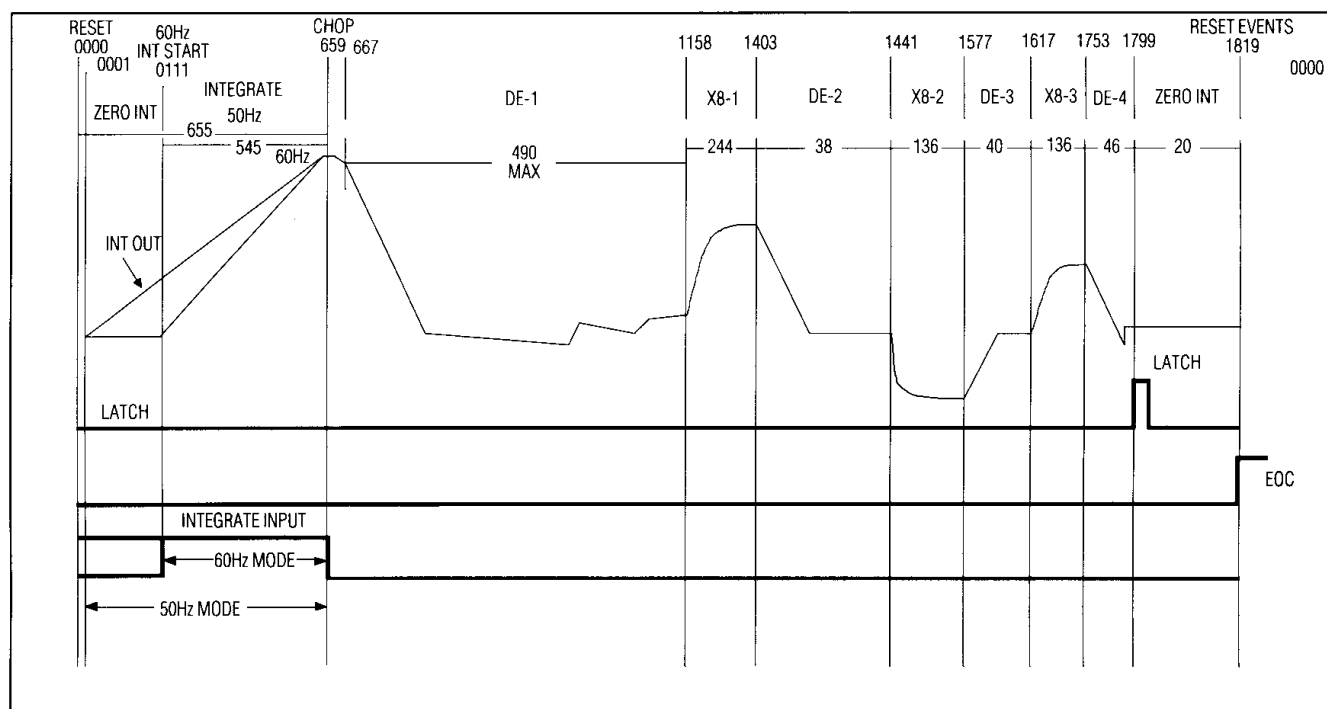

図8. 変換タイミング
2. EOCステータスレジスタビットまたはEOCラインのどちらかを見ながら、変換終了と次の変換に対する開始時間を決めます。EOCは変換カウンタが0000において変換が終了すると“1”になります。(図8)。
変換期間の説明については図5、図8を参照して下さい。
ゼロ積分期間によって次の積分の準備のために、積分回路をゼロにします(図8)。この期間は各変換の開始時と終了時に発生します。電源投入時、または変換前のホールドモードでは、変換が開始されるまでMAX135はゼロ積分を続けます。変換を $60Hz$ モードで開始した場合、変換開始前に別の111クロックのゼロ積分が実施され、 $50Hz$ モードでは変換開始前に付加のゼロ積分のみ実行されます。各変換の終了時に付加の20クロックのゼロ積分が行われます。